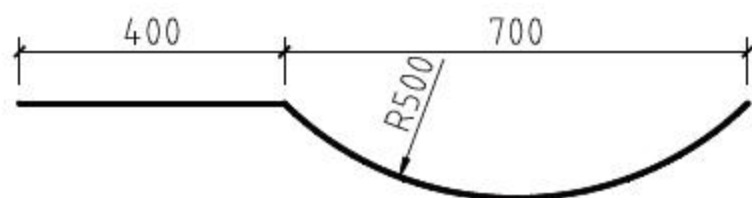

图3-18 绘制圆弧多段线
- 圆弧(A)：激活该选项，将以绘制圆弧的方式绘制多段线，绘制结果如图3-18所示。命令行提示如下。